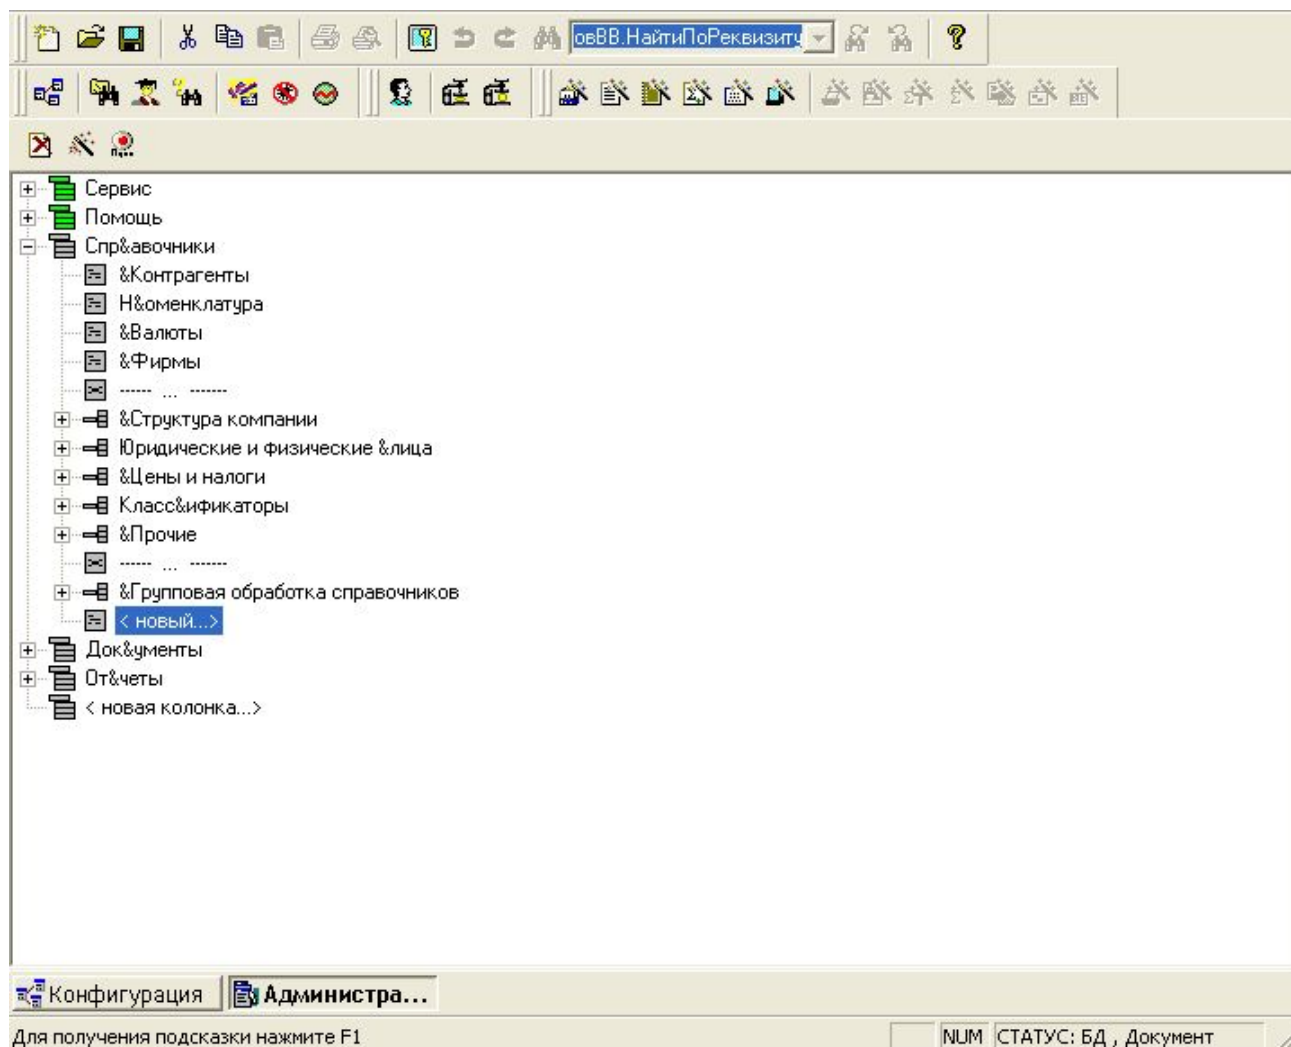

Рисунок 4. Добавление нового элемента меню «Справочники»
- в окне «Настройка параметров системы» на закладке «Штрих-принт» (Рисунок 4) нажать на кнопку  группы свойств «Логические устройства». При этом будет открыта форма, позволяющая добавить новое логическое устройство (Рисунок 9)